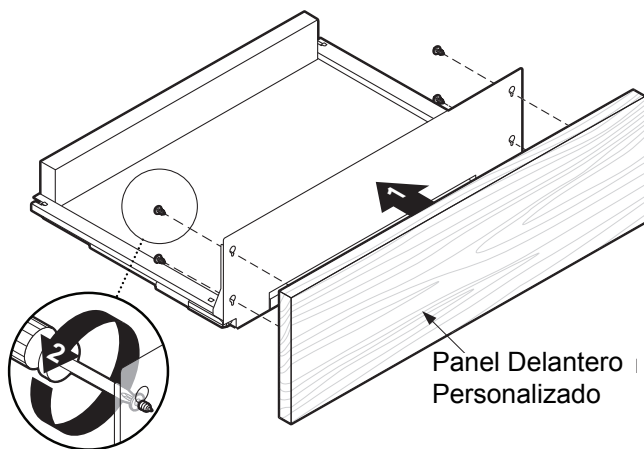

Figura 7: Instalación del panel delantero personalizado
3. Instale la parte frontal del cajón con los cuatro (4) tornillos de 1/2 pulg. (12,7 mm) a través de la parte trasera del panel delantero del cajón calentador (*Figura 7*).